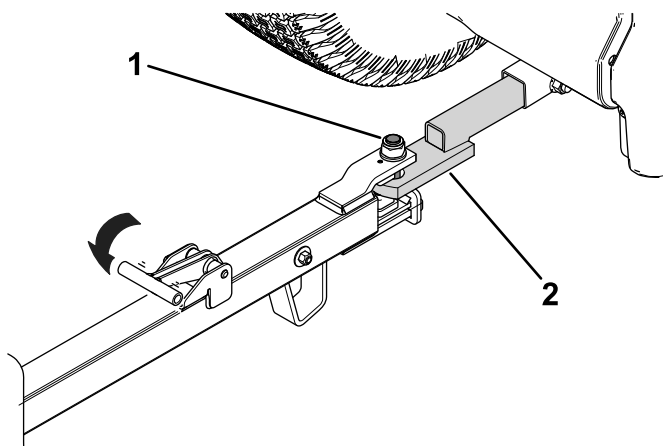

図 6
2. タングピンを牽引車両のヒッチと位置合わせする (図 6)。
3. タングハンドル 図 6 を放して、トレーラーを牽引車のヒッチに固定する。